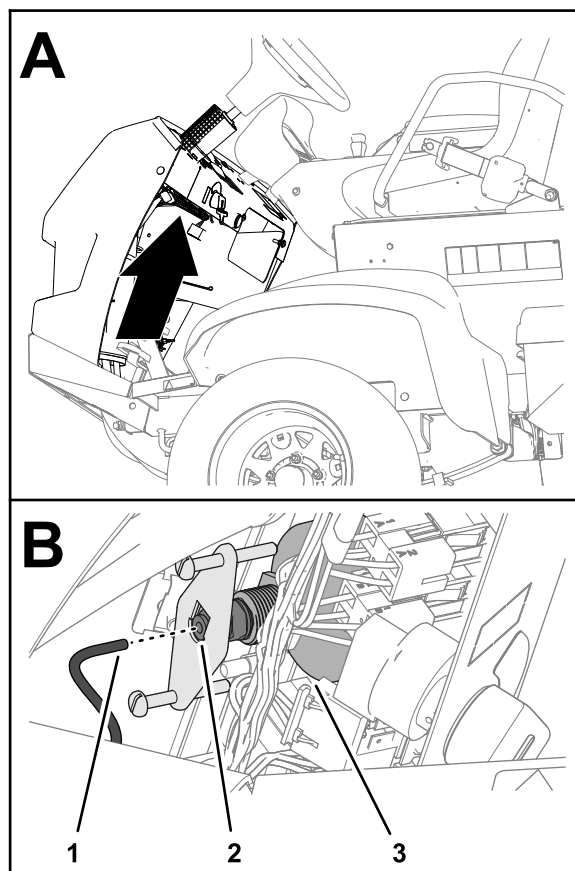

Bild 133
1. Stecken Sie das Manometerrohr in die Rohrkupplung auf der Rückseite des Manometers ein (Bild 133).